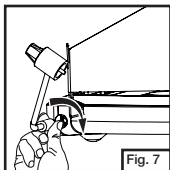

Fig. 7
- Presione y enrosque el regulador en la estufa y apriete a mano. (Fig. 7)